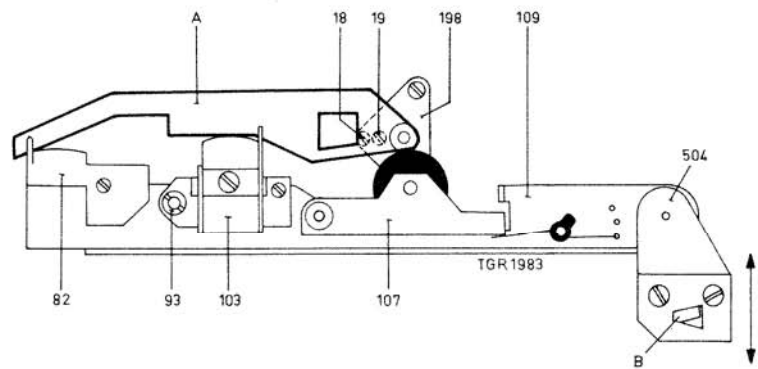

Fig. 15
Instelling van de kopbeugel pos. 109, zie fig. 15
Instelling van het toonaslager pos. 198, zie fig. 15
Het toonaslager moet zodanig worden ingesteld, dat de toonas loodrecht op de richting van de bandloop staat. Dit wordt gedaan met behulp van een instelmal pos. A (4822 402 60245), zie fig. 15.
- Schuif nu de mal zodanig op de toonas (terwijl de drukrol pos. 107 teruggetrokken wordt) dat deze zich op dezelfde hoogte (en symmetrisch) bevindt t.o.v. het loopvlak van de drukrol.
- Nu moet de instelmal precies in de bandgeleiders pos. 82 en de weergeefkop pos. 103 schuiven, zie fig. 15. (Beugel pos. 109 iets terugtrekken.)
- Is dit niet het geval dan kan de stand van de toonas ingesteld worden door schroef pos. 19 iets verder in of uit te draaien (eerst schroef pos. 18 losdraaien). Steeds dient men er op te letten dat de instelmal zich op dezelfde hoogte (en symmetrisch) bevindt t.o.v. het loopvlak van de aandrukrol.
Instelling van de weergeefkop K1/K101 pos. 103 (zie fig. 15)
- Stel de weergeefkop pos. 103 door middel van moertje pos. 93 zodanig in dat maximum uitgangsspanning wordt gemeten.